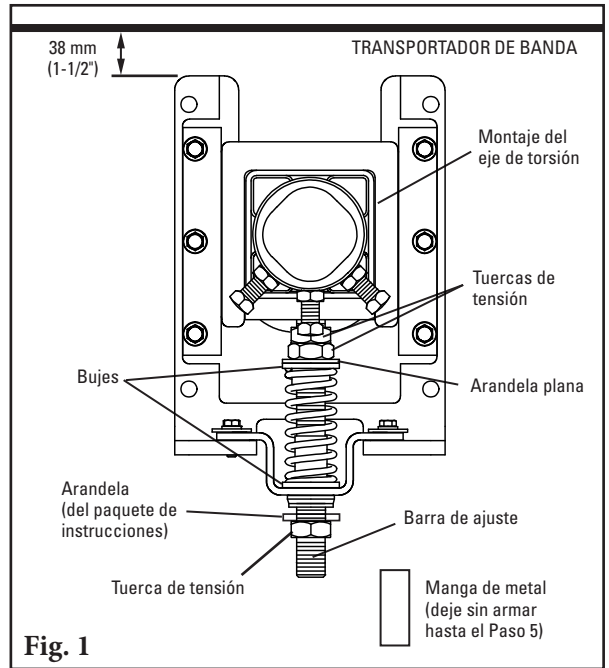

Fig. 1
- 1. Configure de nuevo el tensor estándar al estilo de empuje.** Retire las 3 tuercas de tensión, la arandela plana, los 2 bujes, el resorte, la manga y el soporte de sombrero; arme de nuevo (Fig. 1) con 2 tuercas de tensión, la arandela plana, 2 bujes, el resorte y el soporte de sombrero en el extremo superior de la barra de ajuste. Agregue la arandela (del paquete de instrucciones) y la 3ra tuerca de tensión en la parte inferior de la barra de ajuste.
- 2. Instale las bases de montaje del tensor.** Coloque las bases en la estructura o el chute para que las partes superiores de las patas de la base estén 38 mm (1-1/2") debajo de la banda (Fig. 1).
1. **Kit de guía de desensamblable.** Quite las tuercas y arandelas de ambos lados del tensor (Fig. 1).